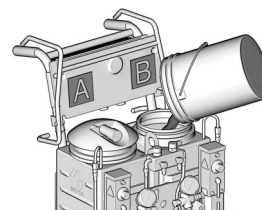

Fig. 8 Remplissage du réservoir B avec de la résine
5. Retirer le couvercle du réservoir B et verser la résine dans le réservoir B (côté bleu). Voir Fig. 8.